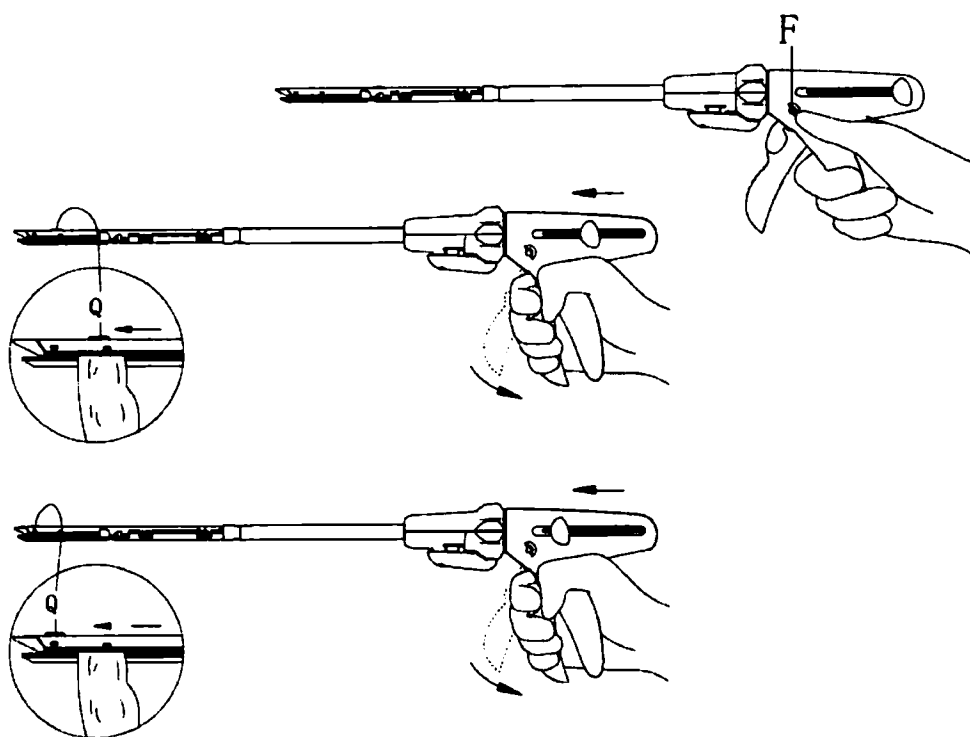

Рис. 10
5. Для начала работы нажмите кнопку предохранителя. Последовательно сжимайте ручку, пока нож не достигнет дистального конца скоб и ручка не зафиксируется. Для полного срабатывания сшивания требуются последовательные нажатия рукоятки степлера. Общее количество нажатий зависит от длины сменной кассеты (30, 45 или 60). Если степлер не сработал полностью, это приведет к неполному разрезанию и/или неполному формированию скоб, что в свою очередь может привести к плохому гемостазу (как показано на Рис. 10).